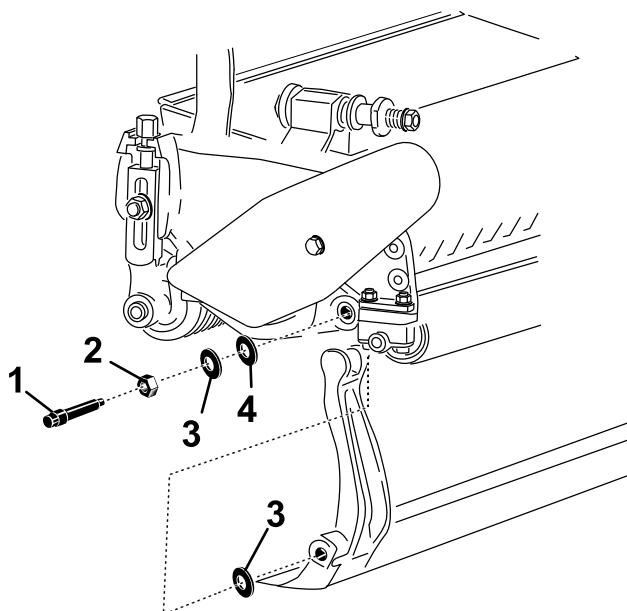

图26
- 取下底刀架 (图26) 各端的 2 个尼龙和 2 个印花钢垫圈。
3. 将尼龙垫圈放在侧板凸起的一侧。在两个尼龙垫圈的外侧各放一个钢垫圈 图26。